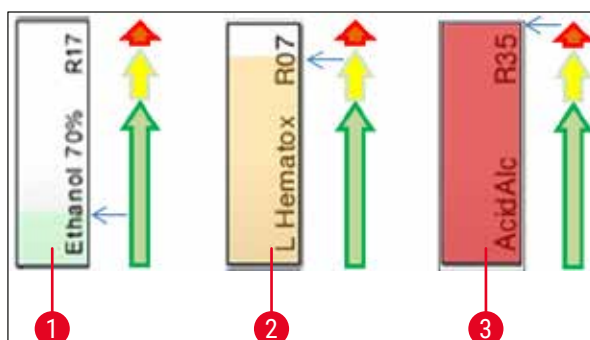

Fig. 72
- Une couleur d'arrière-plan (→ "Fig. 72")
- La couleur d'arrière-plan indique l'état de consommation du réactif (→ "Fig. 72"). Au fur et à mesure de la consommation du réactif, la barre de couleur augmente du bas vers le haut et change de couleur en fonction de l'état de consommation.